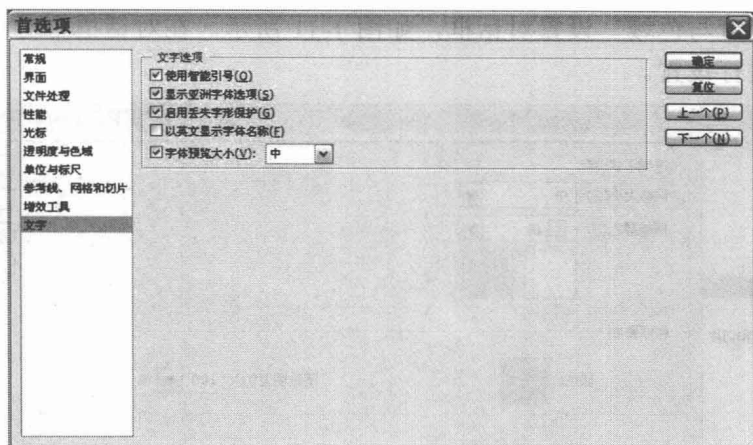

图 1-13 文字设置对话框
(6) 文字。执行“编辑”→“首选项”→“文字”命令,将弹出文字设置对话框,如图 1-13 所示。对“显示亚洲字体选项”和“字体预览大小”进行设置。